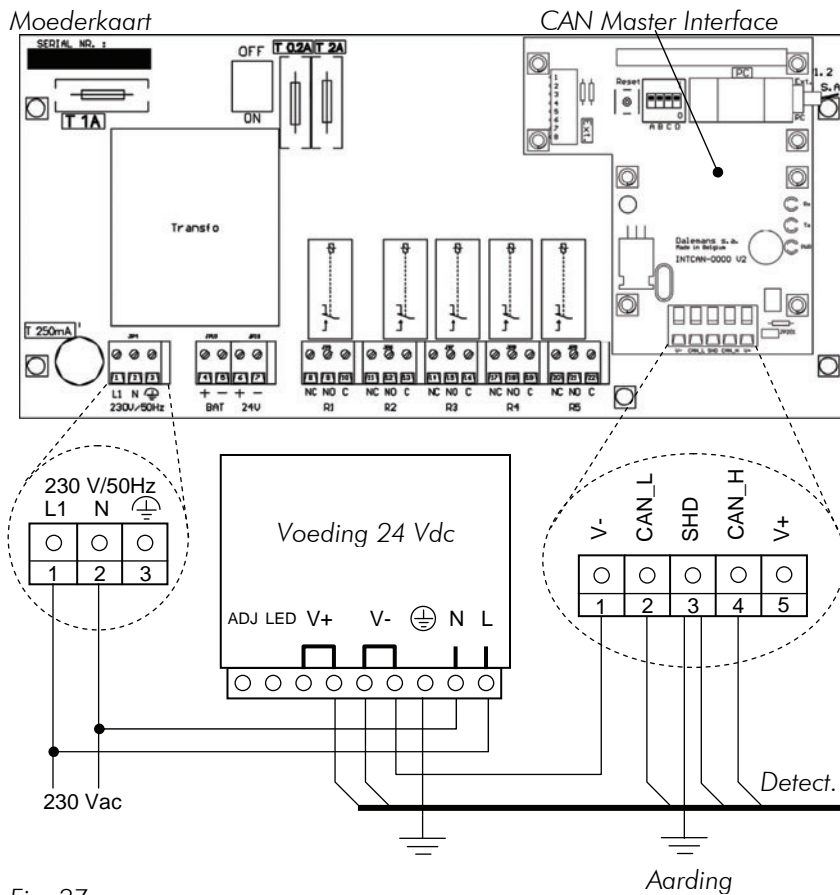

Fig. 37
- Sluit de communicatie van de bus (CAN_L en CAN_H) komend van de detectors aan op de kaart *CAN Master Interface* (Fig. 37).